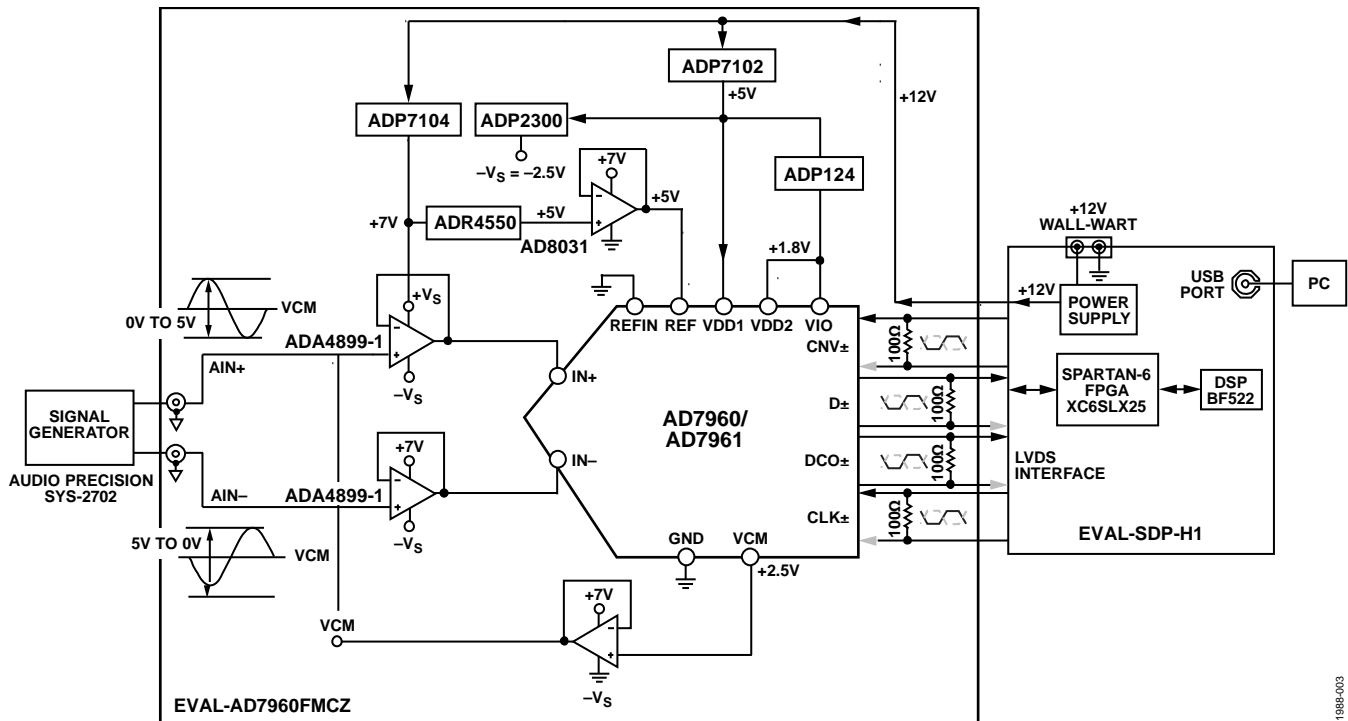

图3. AD7960/AD7961评估设置简化原理图
使用EVAL-AD7960FMCZ和EVAL-SDP-H1的评估设置简化原理图如图3所示。
- 更改图3 2